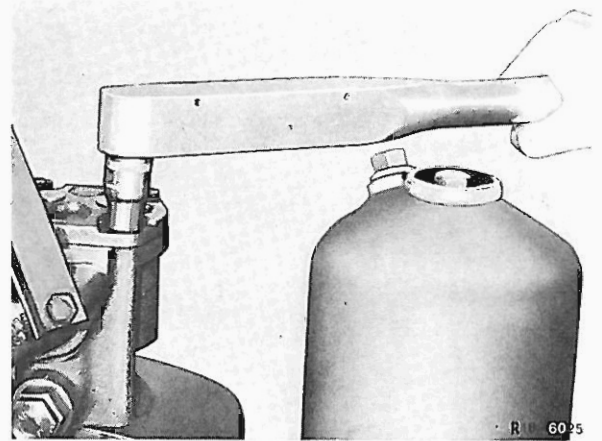

Bild 8
- 1 Ölpumpe in die Führung Zylinderkurbelgehäuse einsetzen. Befestigungsschrauben eindrehen und mit Drehmomentschlüssel festziehen (Bild 8).